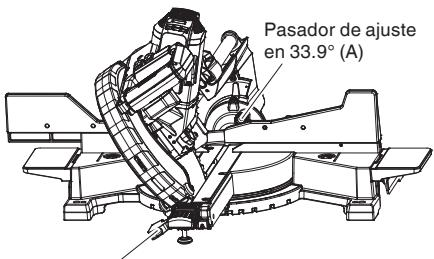

Fig. 28
6. Pasador de ajuste de 33.9° (A) para moldeados de corona (Fig. 28)
- (1) Empuje el pasador de ajuste del bisel (A) hacia la parte trasera de la máquina.
- (2) Afloje la empuñadura de bloqueo del bisel.
- (3) Incline el cabezal de corte hasta que el pasador de ajuste (A) pare el ángulo de bisel a 33.9° sobre la escala del bisel.
- (4) Apriete la empuñadura de bloqueo del bisel para bloquear el cabezal de corte en posición. (refiérase a la Fig. 28)